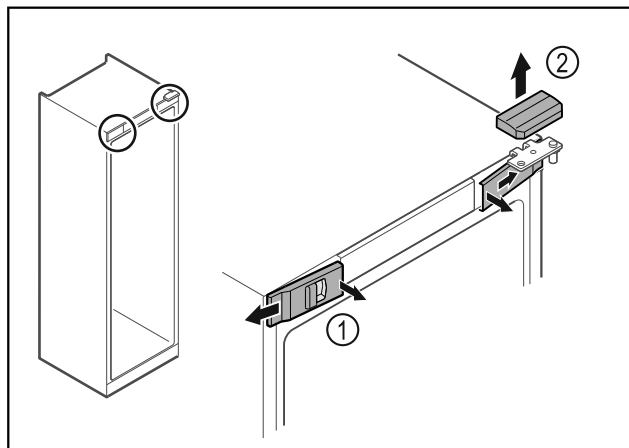

Fig. 7 *
- Desencaje las cubiertas frontales Fig. 7 (1) en el interior y retírelas hacia un lado.*
- Retire la cubierta superior Fig. 7 (2) hacia arriba.*